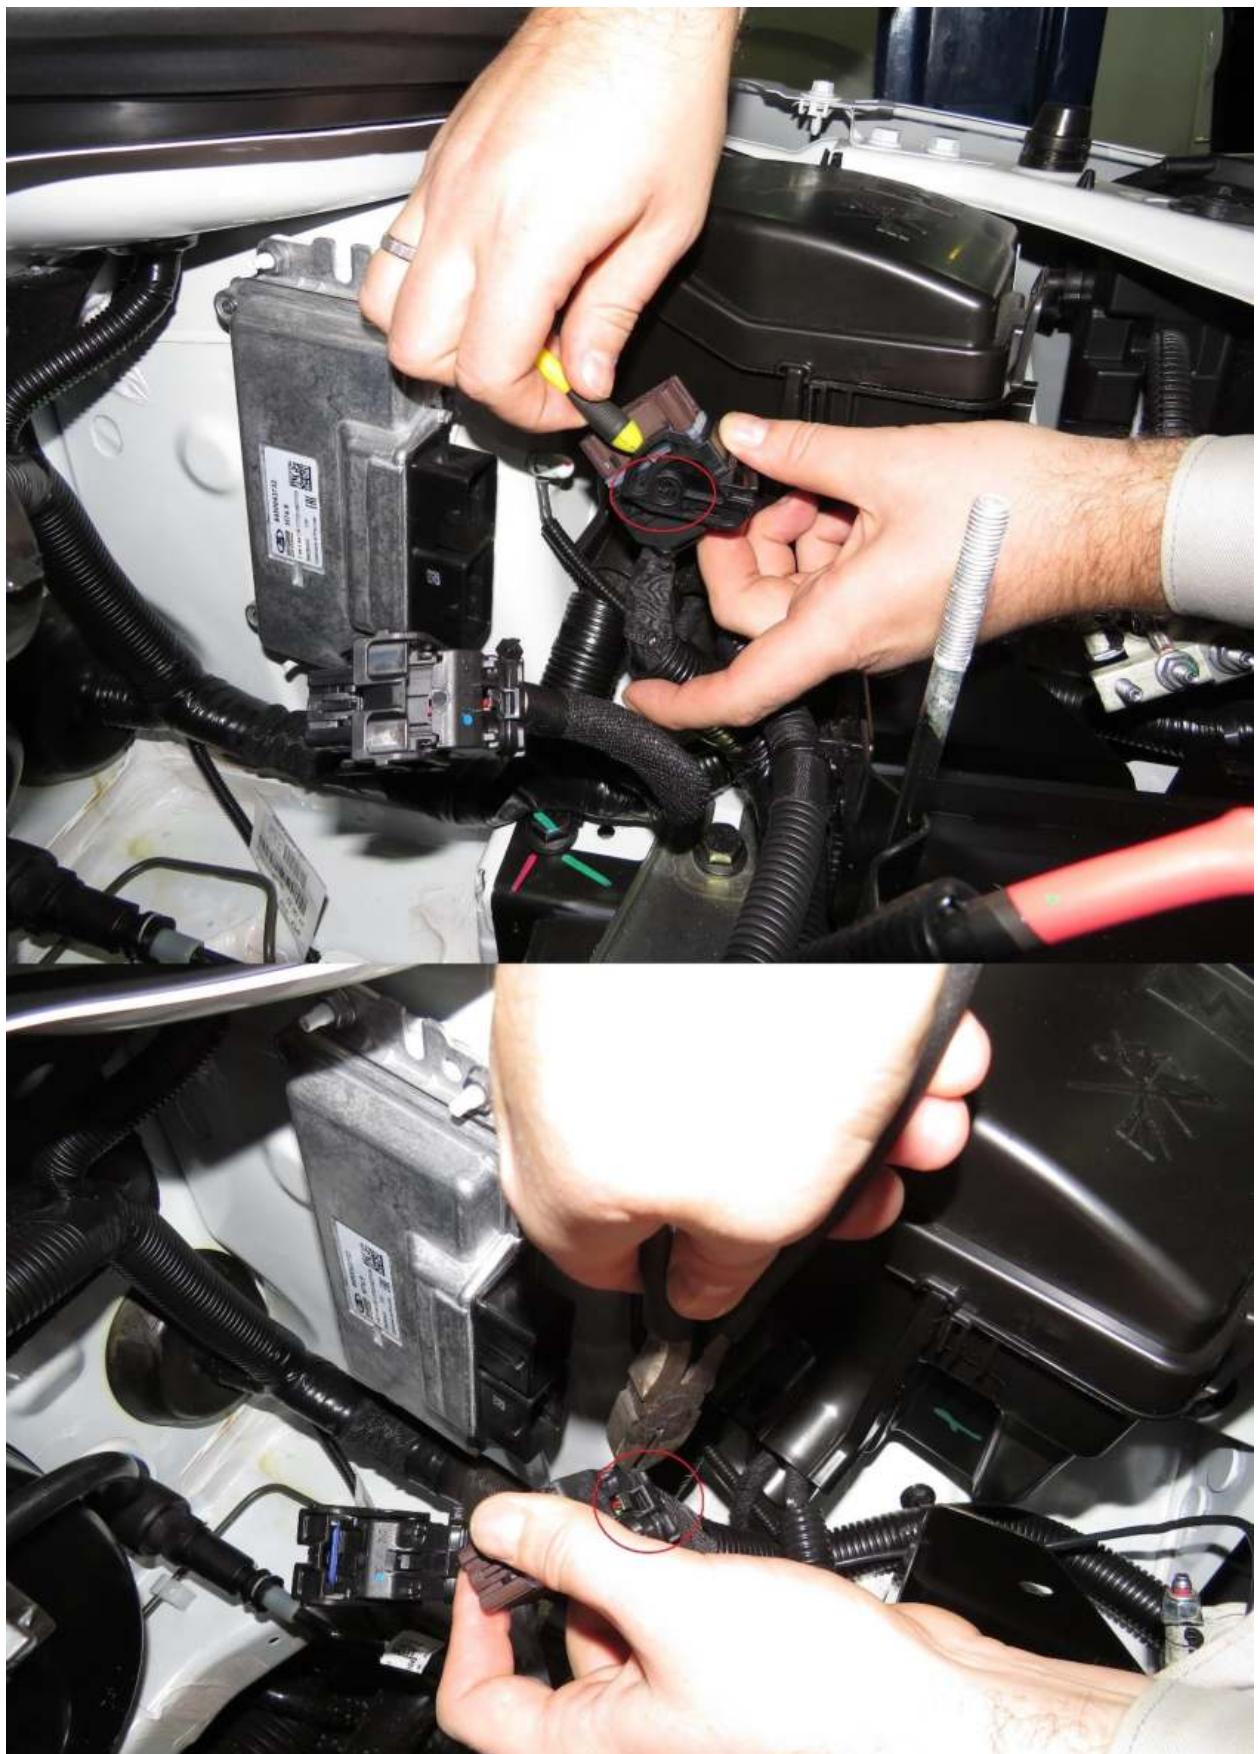

Рис.2.
4. Снять фиксатор разъема и хомут (рис.2).